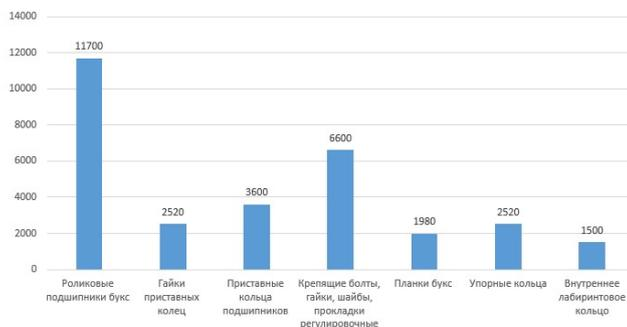

Рисунок 6 – Вид диаграммы
12. Выделяем щелчком левой клавиши мыши столбцы диаграммы, затем щелкаем правой клавишей по столбцам и выбираем в контекстном меню команду **Добавить подписи данных** (рисунок 6)